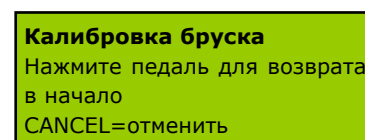

Рисунок19.
- Когда закончится вращение впустую(втулка уже соприкасается с бруском), отпустите педаль и нажмите ENTER чтобы запомнить значение угла. См. Рис. 19